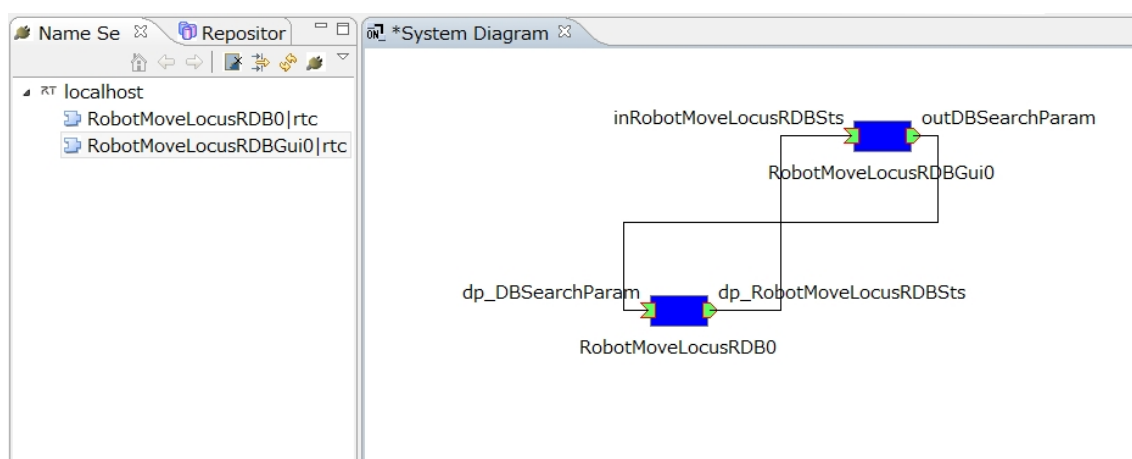

図 2 RT System Editor によって RTC を接続した状態
3. "RT System Editor" を使用して、RTC 同士を接続してください(図 2)。⁸